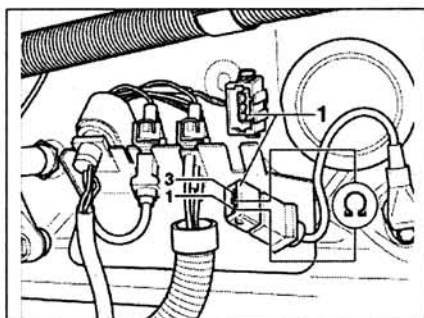

Рис. 3.18. Проверка сопротивления датчика частоты вращения коленчатого вала.
2. Отсоедините разъем проводки 1 от датчика скорости коленчатого вала (рис. 3.18). Измерьте сопротивление между контактами 1 и 2 разъема проводки. **Заданное значение:** 1.1-1.6 Ом. Если заданное значение не достигается, замените датчик частоты вращения коленчатого вала двигателя.